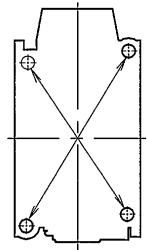

图 4 Fig. 4 図 4
- (3) 即使有 4 个安装孔，也只选取对角线上的两个孔进行安装。(图 4)
- (4) Even if the product is provided with four mounting holes, use any two mounting holes on a diagonal line. (Fig. 4)
- (4) 取付穴が4カ所ある場合は、対角線2カ所で取付けてください。(図 4)